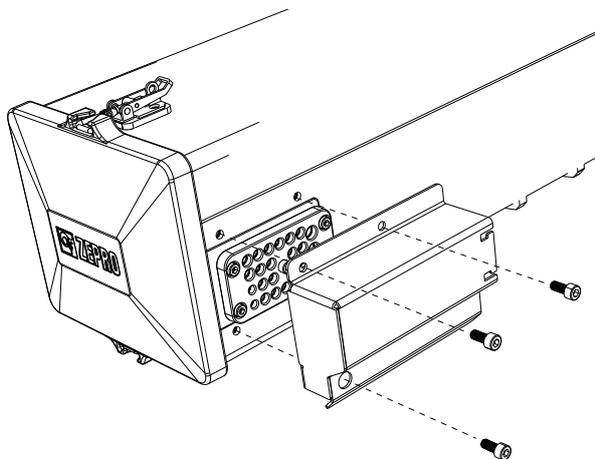

Figure 76. Capot de protection du presse-étoupe maintenu par trois vis
1. Retirez le couvercle de protection du passe-câble, il est monté avec trois vis, voir Figure 76.
2. Fixez le capot de protection du presse-étoupe avec les trois vis correspondantes, voir sections Figure 76.